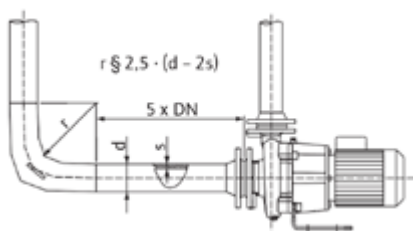

Fig. 4: Участок выравнивания потока перед и за насосом
- Подключение к сети зависит от мощности двигателя P2, сетевого напряжения и типа включения. Требуемое переключение соединительных перемычек в клеммной коробке можно определить по следующей таблице, а также Fig. 4 и Fig. 5.